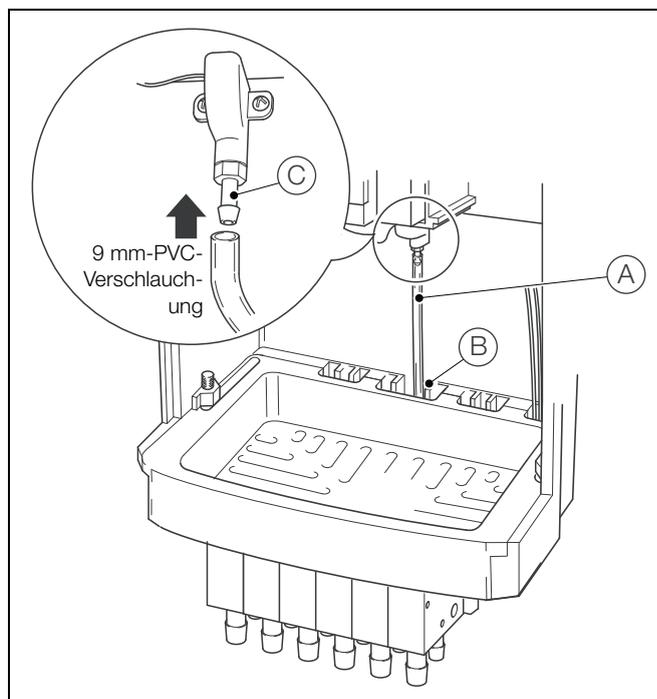

Abb. 4.13 Anschließen des Kontaminationsablaufschlauchs
Wenn ein alternativer Kontaminationsablaufschlauch verwendet wird, siehe Abb. 4.13. Verlegen Sie den Kontaminationsablaufschlauch (A) nach oben durch den mittleren Kanal (B) und schließen Sie ihn an den Kontaminationsabflusssammler (C) an.